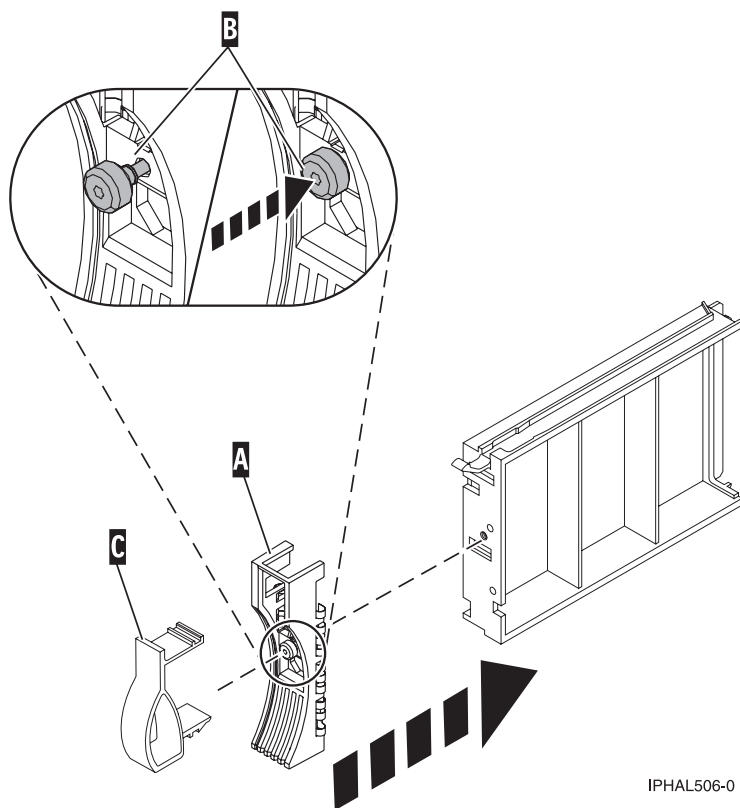

Figura 46. Instalación de una placa frontal en un panel de relleno de unidad de disco
- a. Fije la placa frontal (A) de la unidad de disco al panel de relleno.
- b. Empuje hacia dentro y luego apriete el tornillo de mano (B) para sujetar la placa frontal a la unidad.
- c. Instale el pestillo (C) de la placa frontal de la unidad de disco en la parte frontal del panel de relleno, como se muestra en la Figura 46.